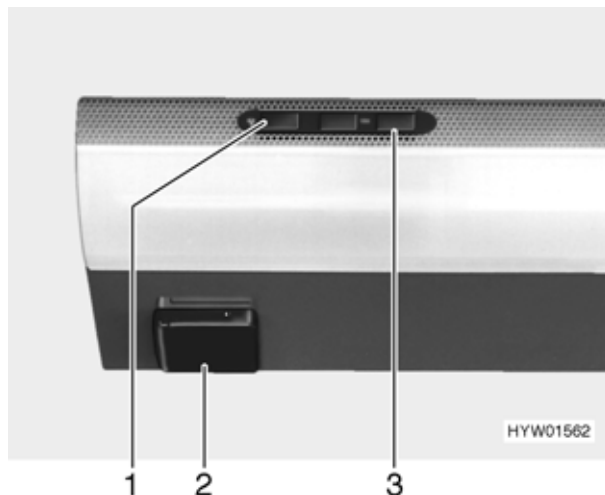

Fig. 87 Cappa di aspirazione
- Per accendere e spegnere la cappa di aspirazione premere l'interruttore (Fig. 87,1).